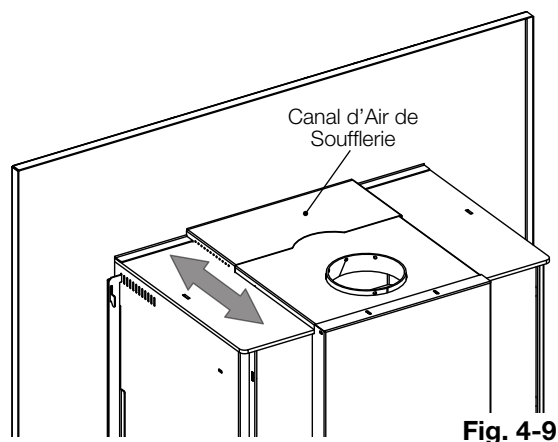

Fig. 4-9
- C. Ajustez le canal d'air du soufflerie en le glissez vers l'avant ou vers l'arrière (**Fig. 4-9**).